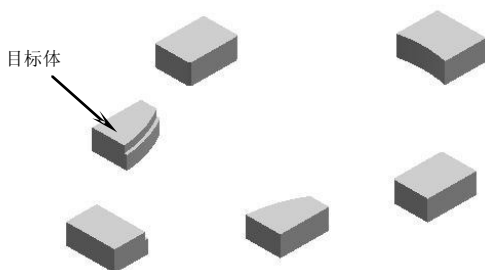

图7-49
8. 在【特征操作】工具条中单击【求交】 按钮，弹出【求交】对话框。选择任一顶块作为目标体，选择型芯作为工具体，勾选【保留工具条】选项，然后单击 **确定** 按钮创建求交特征，如图 7-49 所示。